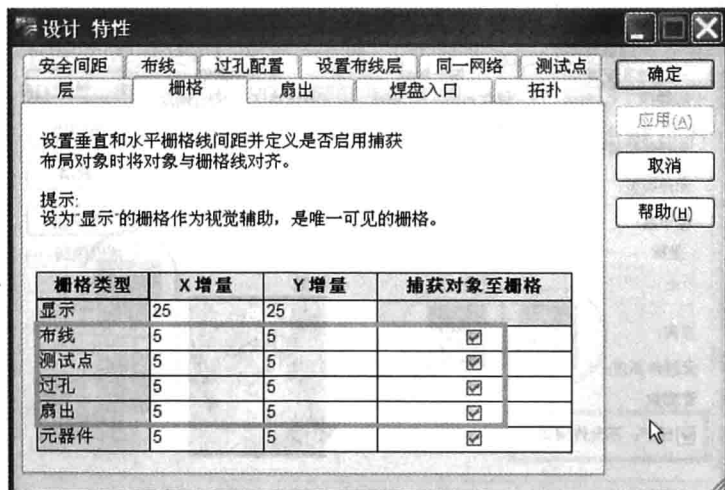

图 8-35 设置布线栅格
(2) 布线栅格设置。执行菜单命令【编辑】→【特性】，在弹出的“设计 特性”对话框中的“栅格”标签页中设置布线栅格，如图 8-35 所示。